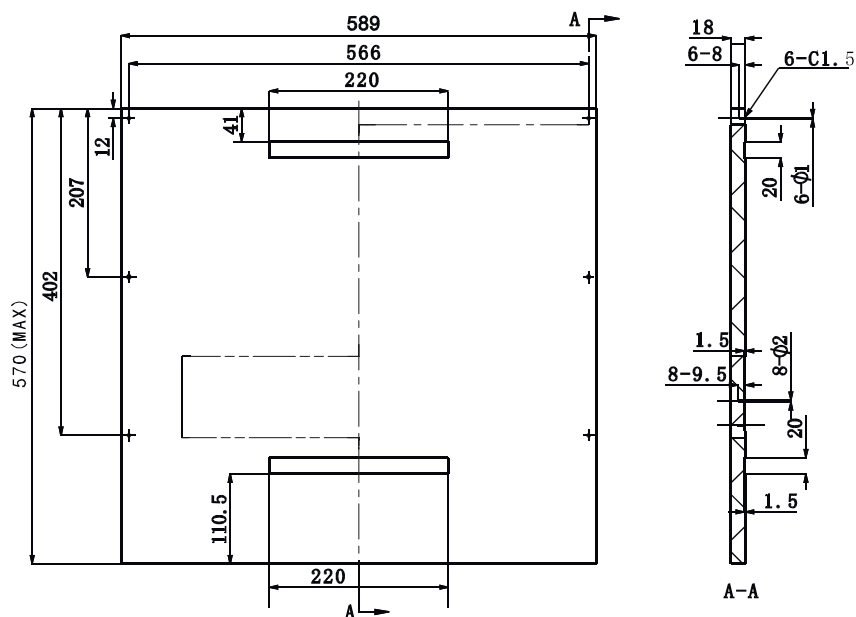

Рис. 3. SI 60 ENNA L.
1. Декоративная деревянная панель, прикрепляемая к дверце посудомоечной машины, должна быть подготовлена в соответствии с чертежом, представленным на рис. 3.